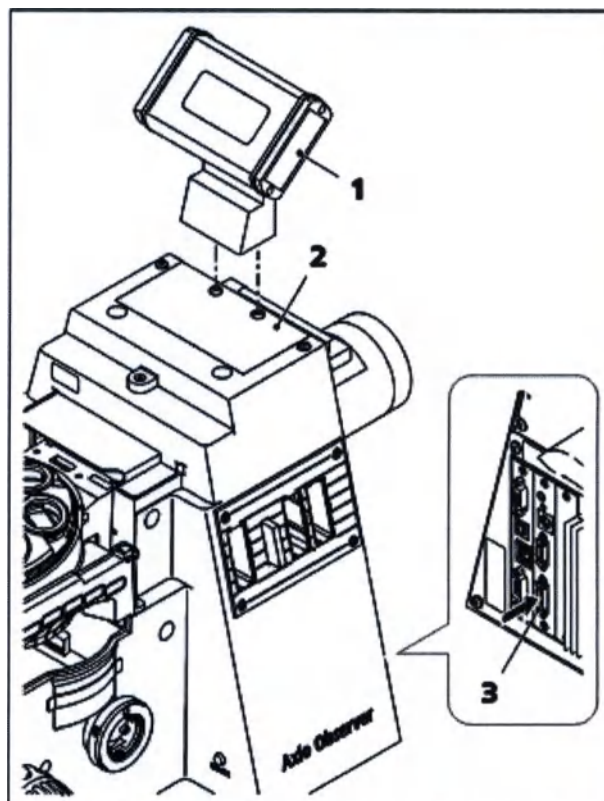

Рис. 18 Установка держателя ЖК-дисплея
Держатель с ЖК-дисплеем (рис. 18/1) оснащен магнитной подставкой. Если микроскоп не оснащен осветителем проходящего света, дисплей может быть расположен на микроскопе или рядом с ним.
- Поместите держатель с ЖК-дисплеем (рис. 18/1) на крышке (рис. 18/2) контактирующей поверхности осветителя проходящего света так, чтобы оба паза точно расположились над обоими винтами.
- Вставьте штекер ЖК-дисплея в разъем (рис. 18/3) для дисплея (держатель осветителя проходящего света) на задней части штатива модели 5 materials.